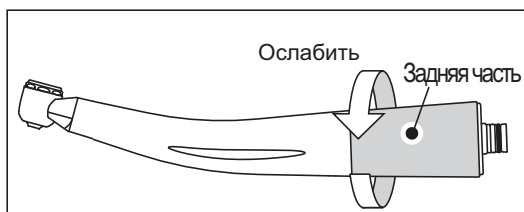

Рис. 7
- 1) Ослабьте и отсоедините заднюю часть корпуса наконечника. (Рис.7)
- 1) Отсоедините наконечник от переходника, открутите заднюю часть наконечника (Рис. 7).